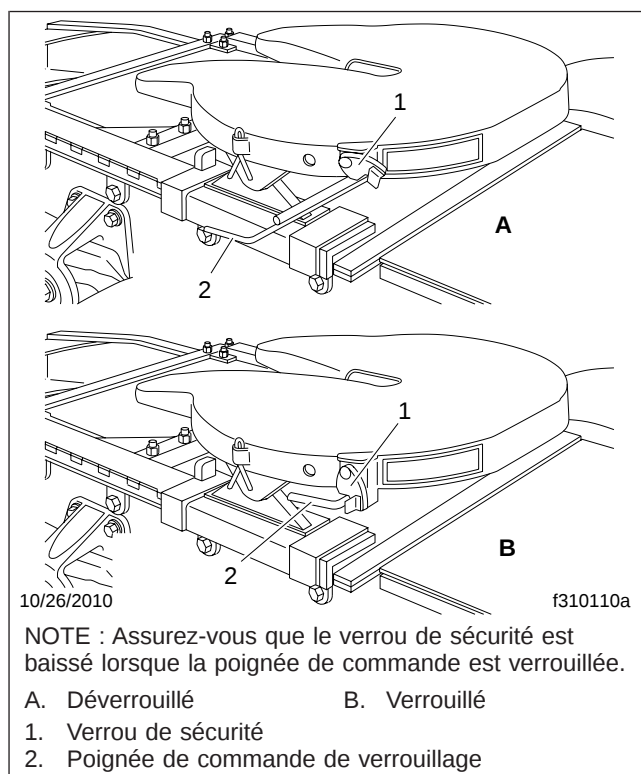
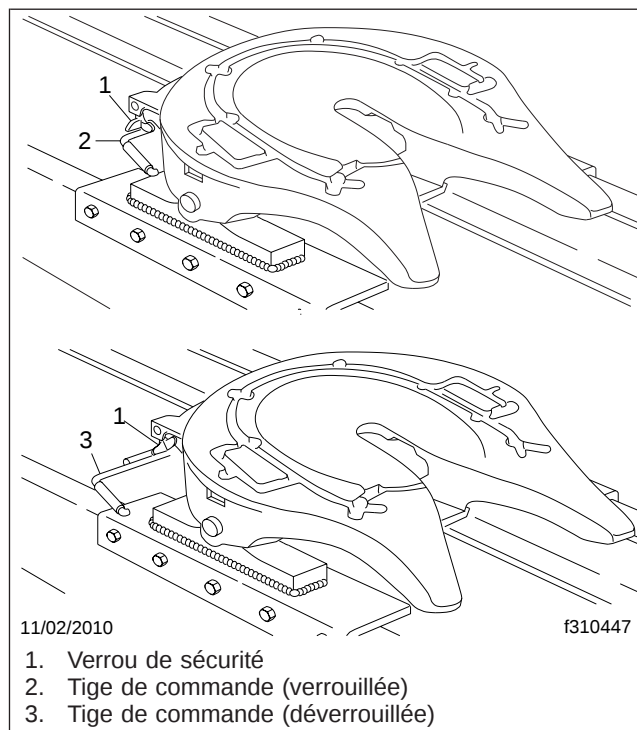

Fig. 17.2, Mécanisme de verrouillage de la sellette d'attelage Fontaine
Fig. 17.3, Mécanisme de verrouillage de la sellette d'attelage Holland Simplex SE
2. Assurez-vous que la mâchoire de la sellette est complètement ouverte et que le levier de verrouillage est à la position déverrouillée. Voir la figure 17.2 ou la figure 17.3.
Lorsque le verrouillage se produit, le levier de verrouillage de la sellette d'attelage passe à la position verrouillée. Assurez-vous que le verrou de sécurité est abaissé sur le levier de verrouillage afin de le maintenir à la position verrouillée (le verrou de sécurité pivotera vers le bas uniquement si la tige de commande est entièrement rétractée à la position verrouillée). Voir la figure 17.2 pour les sellettes d'attelage Fontaine. Voir la figure 17.3 pour les sellettes d'attelage Holland.
6.1 **Fontaine** : Soulevez le verrou de sécurité et tirez le levier de verrouillage à la position déverrouillée. Voir la figure 17.2.